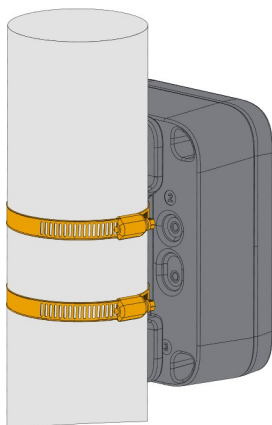

Abbildung 15: Befestigung des Gehäuses am Mast
3. Nachdem Sie die Halterungen am Gehäuse befestigt haben, bringen Sie das WisBlock Unify-Gehäuse mit zwei (2) Stahlstreifen (60–85 mm) wie in **Abbildung 15** gezeigt am Mast an.